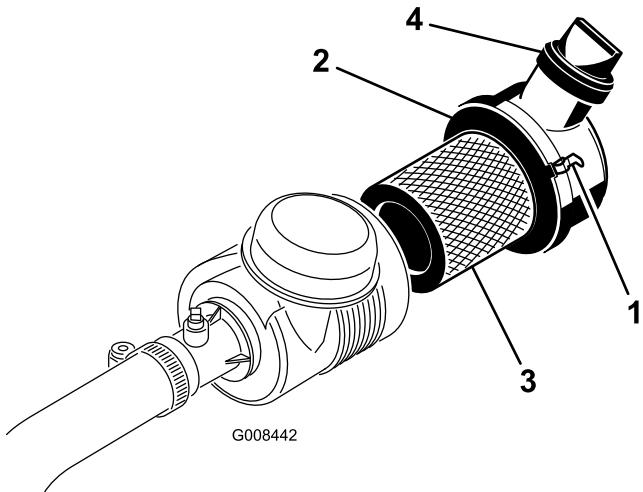

Figure 31
1. Desserrez les fixations qui maintiennent le couvercle sur le boîtier du filtre à air (Figure 31).
7. Vérifiez que les attaches fixent bien le couvercle au boîtier (Figure 31).